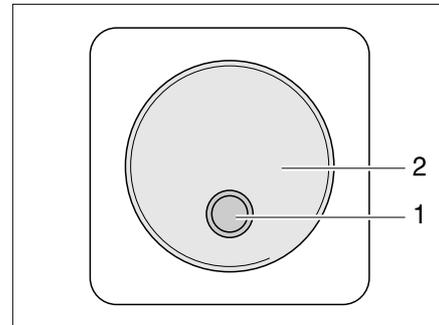

Bild 165 Externer Schalter
- II "Remo." = Gerät kann am externen Schalter (Bild 165,1) ein- und ausgeschaltet werden.
Der externe Schalter für den Wechselrichter (Bild 165) befindet sich im Innenraum des Fahrzeugs, beispielsweise im Eingangsbereich. Der Schalter ist mit der Beschriftung "Wechselrichter" gekennzeichnet. Die LED (Bild 165,1) zeigt den Betriebszustand des Wechselrichters an.